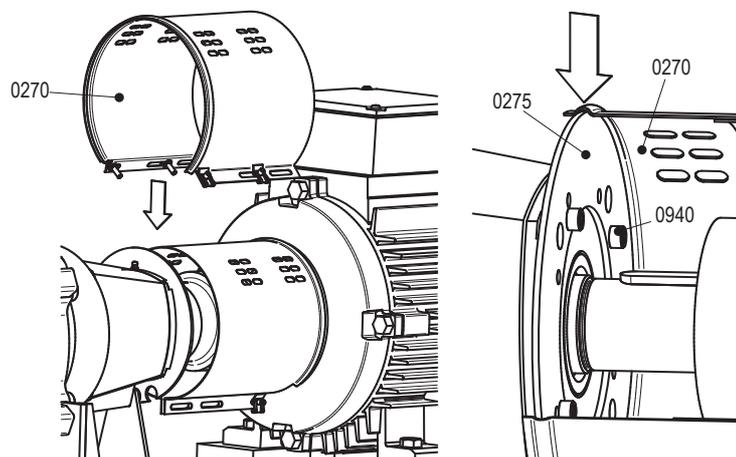

Figura 21: Montare la camicia a lato della pompa.
- 7 Svitare le viti (0940) e rimuovere la piastra di montaggio (0275) dal boccola di regolazione (2240). Vedere la figura 21.
- 4 Montare la piastra di montaggio (0275) sulla boccia di regolazione (2240) con viti (0960). Vedere la figura 21.